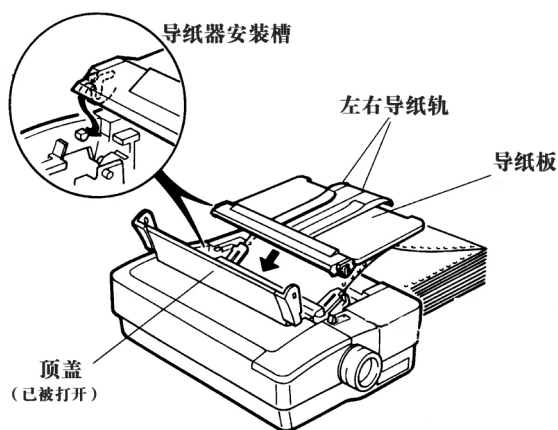

图 3-8 安装导纸板
6. 在进纸位置和出纸位置的分隔点（中间）安装导纸板，见图 3-8。安装导纸板时，应将打印机外壳上指向内部的两柱位滑入导纸板下角两侧的“L”型通道里，然后把导纸板往后倾斜。同时，把导纸板稍微往前移动。正确安装后，导纸板应与拖纸器位置平行。
7. 把导纸板的导纸轨移向中间位置，以免使打印纸在出纸时出现“塞纸”现象，见图 3-8。